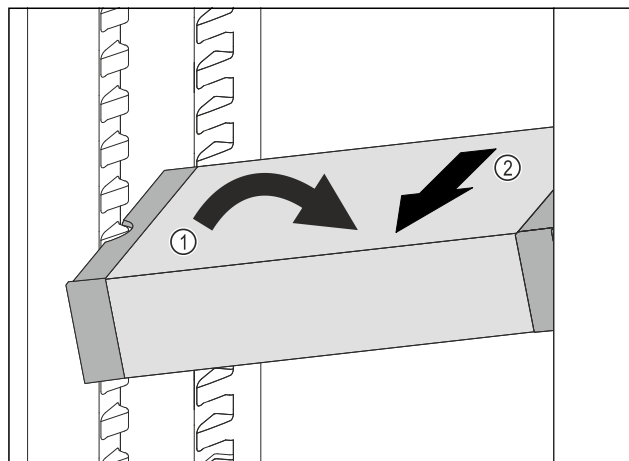

Fig. 97
- ▶ 在冷藏区中倾斜 VarioSafe。Fig. 97 (1)
- ▶ 向前取出 VarioSafe。Fig. 97 (2)